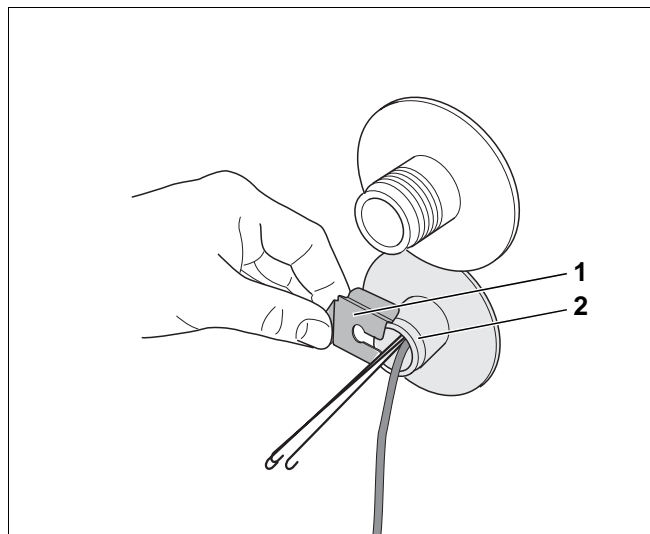

Fig. 8 Montaggio dell'arresto di sicurezza della sonda
- Spingere l'arresto di sicurezza della sonda (fig. 8, **pos. 1**) lateralmente sul pozzetto ad immersione (fig. 8, **pos. 2**).